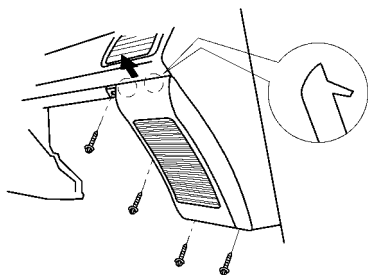

图 17-115 旋下 4 个螺钉脱开接插件
(10) 拆下扬声器面板。旋下 4 个螺钉，脱开接插件，向上滑动面板并拆下，如图 17-115 所示。